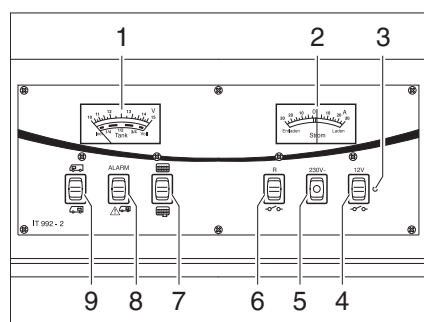

Fig. 151 Panel IT 992
Observar la escala superior del instrumento indicador V/depósito (Fig. 151,1). El instrumento indicador se ilumina automáticamente al accionar el interruptor.
- Pulsar el interruptor basculante (Fig. 151,9) por arriba : Indica la tensión de la batería del motor de arranque.
- Pulsar el interruptor basculante (Fig. 151,9) por abajo : Indica la tensión de la batería del habitáculo.
Observar la escala inferior del instrumento indicador V/depósito (Fig. 151,1). El instrumento indicador se ilumina automáticamente al accionar el interruptor.
- Pulsar el interruptor basculante (Fig. 151,7) por arriba "☰": Indica la cantidad de agua.
- Pulsar el interruptor basculante (Fig. 151,7) por abajo "☷": Indica la cantidad de aguas residuales.
La luz roja de ALARMA (Fig. 151,8) parpadea en cuanto la tensión de la batería del habitáculo baja de 11 V (medición durante el servicio) y hay peligro de descarga completa.
El instrumento indicador (Fig. 151,2) indica constantemente la corriente actual suministrada por la batería. El instrumento indicador se ilumina automáticamente al accionar el interruptor.
El interruptor principal de 12 V (Fig. 151,4) conecta y desconecta el panel y la alimentación de 12 V del habitáculo.
**Conectar:** ■ Pulsar el interruptor basculante (Fig. 151,4) por arriba "  ": La alimentación de 12 V del habitáculo está conectada. La luz de control (Fig. 151,3) se enciende de color verde.
**Desconectar:** ■ Pulsar el interruptor basculante (Fig. 151,4) por abajo "  ": La alimentación de 12 V del habitáculo está desconectada. La luz de control (Fig. 151,3) se apaga.
Se enciende la luz de control de 12 V (Fig. 151,3) cuando se conecta el interruptor principal de 12 V (Fig. 151,4).
Se enciende la luz de control de 230 V (Fig. 151,5) amarilla cuando hay tensión de red en la entrada del bloque eléctrico.
*Conectar:* ■ Pulsar el interruptor basculante (Fig. 151,6) por arriba: La bomba de agua está conectada.
*Desconectar:* ■ Pulsar el interruptor basculante (Fig. 151,6) por abajo "  ": La bomba de agua está desconectada.
*Conectar:* ■ Pulsar el interruptor basculante (Fig. 151,6) por arriba: La bomba de circulación está conectada.
*Desconectar:* ■ Pulsar el interruptor basculante (Fig. 151,6) por abajo "  ": La bomba de circulación está desconectada.